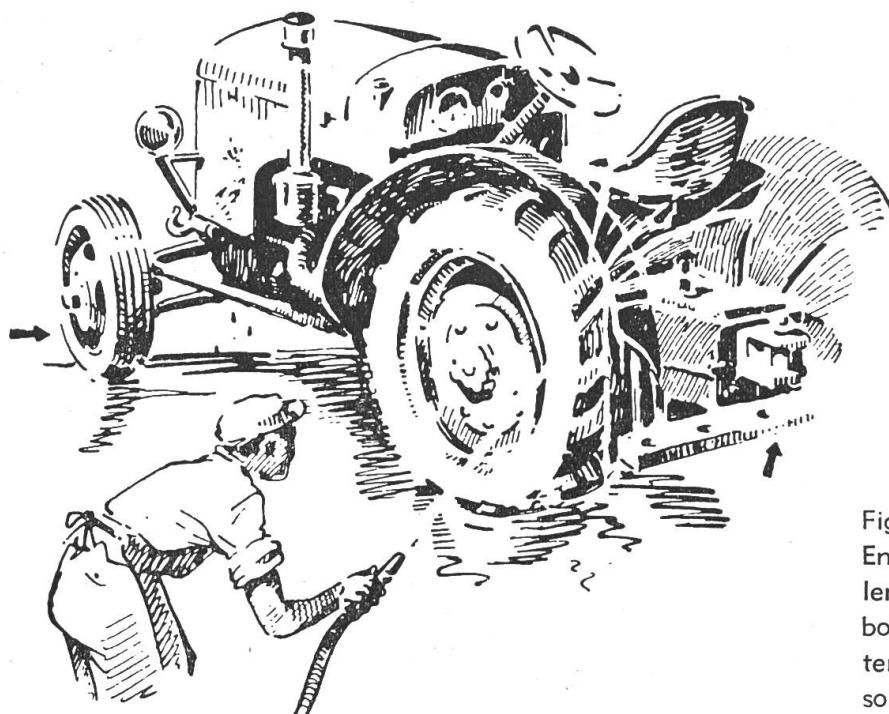

Fig. 3:
**Le premier travail d'entretien est un nettoyage à fond** (fig. 3 à 11).